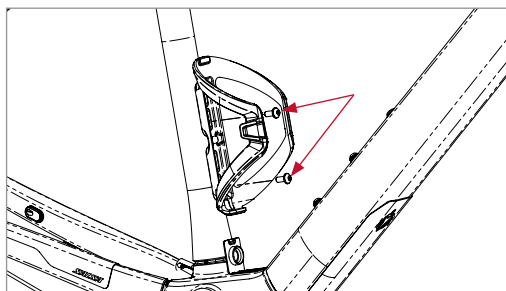

Figure 8
3. Remettez les vis en place pour fixer le porte-bidon à l'endroit désiré sur le cadre (figure 8). Serrez les vis à 4-5 Nm.